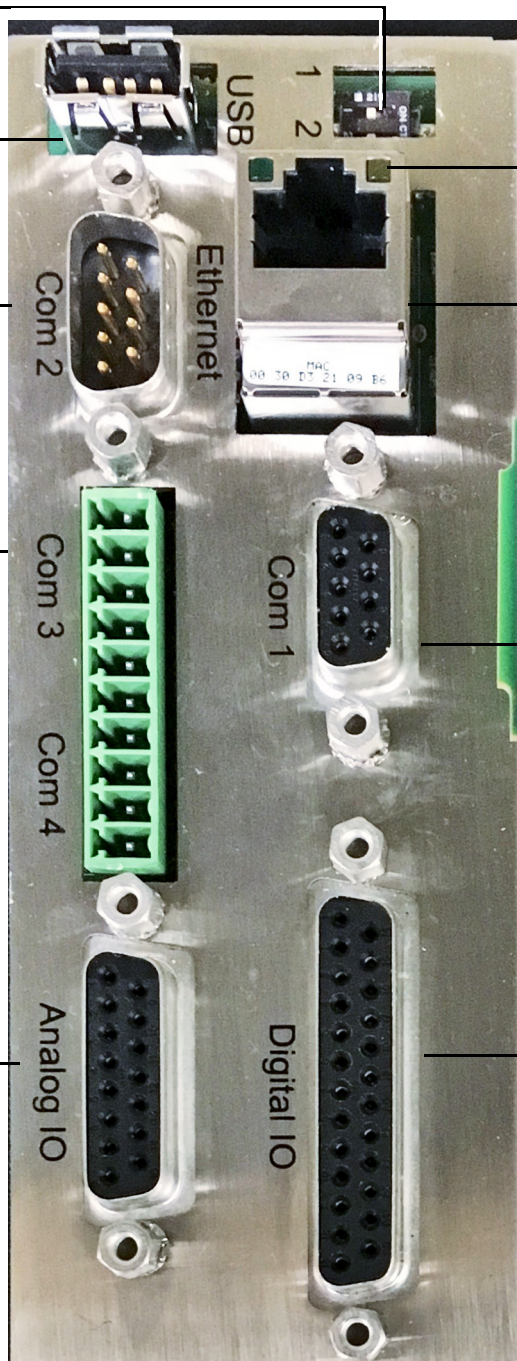

Abb.73 Externe Geräteanschlüsse (Hauptplatine G3581-65000 abgebildet)
- 2 Auf der Vorderseite des Geräts sind die externen Geräteanschlüsse sichtbar (Abb. 73).